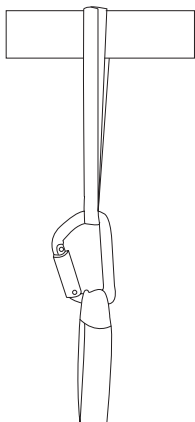
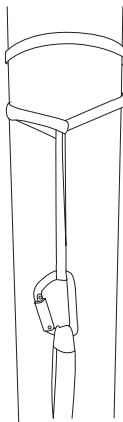
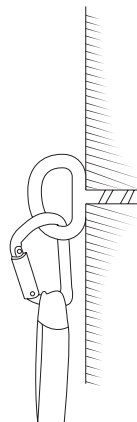
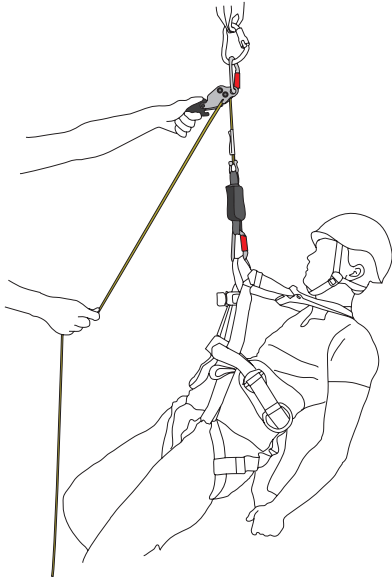

Fig. 1A: Ancoragem horizontal
Fig.1B: Ancoragem vertical
Fig. 1C: Ancoragem fixada na estrutura
Fig. 4
2. Coloque a eslinga de âncora à volta de uma estrutura e no mosquetão fig 1A.
Se a eslinga da âncora for colocada em torno de uma construção vertical, solte a eslinga e coloque-a duas vezes ao redor do polo e através de si mesmo novamente. Em seguida, prenda o mosquetão como mostrado na fig.1B. Certifique-se de que a cinta de ancoragem fica presa no lugar. Fig.1C mostra como prender o mosquetão a uma âncora estrutural fixa EN795 cl.A.
4. Retire o mosquetão da eslinga de ancoragem. Coloque a eslinga âncora em torno de uma estrutura e no seu mosquetão, como mostrado na fig.1A ou fig.1B. A âncora deve ser capaz de suportar uma carga de 12 kN (EN795). Prenda o **SMARTLINE X** como mostrado na fig.4.